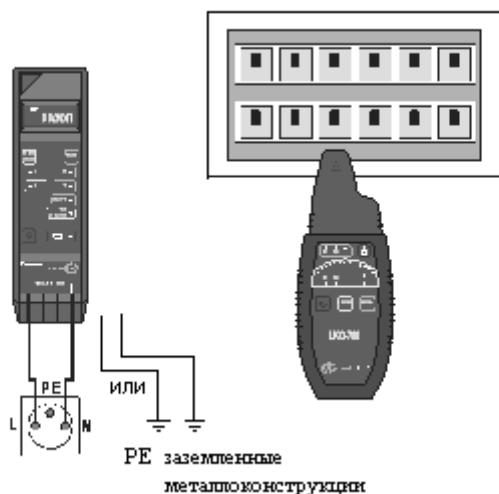

Рис.10 Идентификация предохранителей в щите
- Перемещая антенну приемника от предохранителя к предохранителю и пользуясь клавишой **16** (пункт 6.1) локализовать нужный предохранитель на основании максимума принимаемого сигнала (Рис.10).